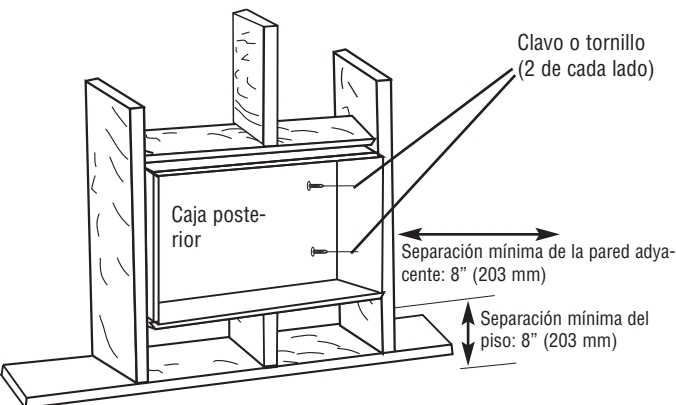

Figura 1: Instalación empotrada de la caja posterior en una construcción nueva
Instalación empotrada de la caja posterior en una construcción nueva (vea la Figura 1)
3. Asegure la caja posterior en su posición con tornillos para madera o clavos, como se ilustra en la figura 1.